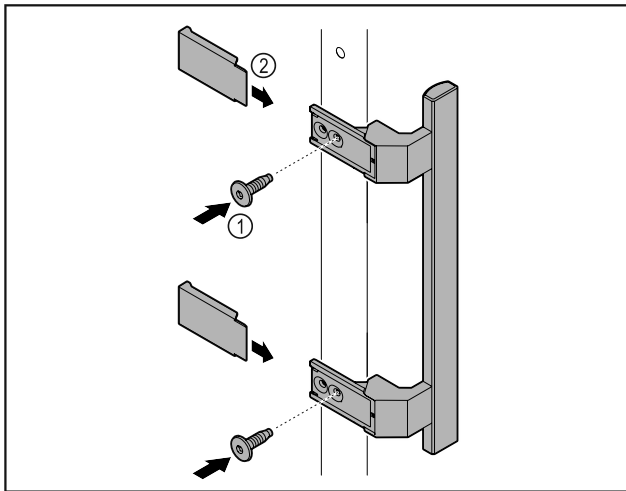

Fig. 8
- ▶ Pritvirtinkite rankeną iš priedų pridedamais varžtais Fig. 8 (1) prie durų.
- ▶ Uždėkite dengiamąjį plokštelę Fig. 8 (2).